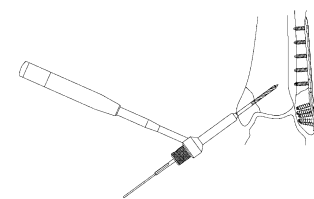
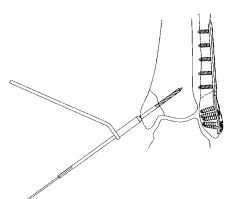

図 28
図 29
- 4) 4.0CCS 用ドリルによる穴あけを行います。(図 28) 3.0 ドリルガイド (S) を用いた穴あけも可能です。(図 29)